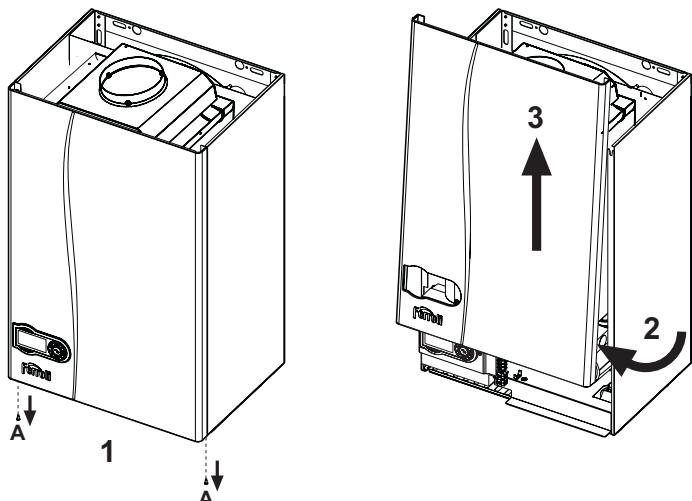

fig. 21 - Apertura mantello
- Svitare le viti A (vedi fig. 21).
- Ruotare il mantello (vedi fig. 21).